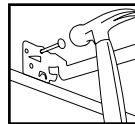

Figura 3
Paso 1. Extienda las barras colgantes para que quepan entre las vigas. El pie de la barra colgante está formado para alinearse fácilmente con la parte inferior de la viga (Figura 2). Coloque el accesorio martillando Real-Nails® en las vigas (Figura 3).